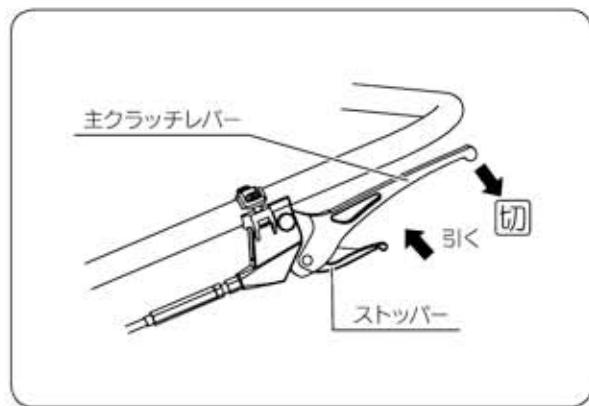

図20
- ② 低速から高速に切替え操作は主クラッチを一旦切ってからおこなってください。(図20)
- ③ 高速の【前進】の切替え操作は主クラッチを一旦切ってからおこなってください。(図20)